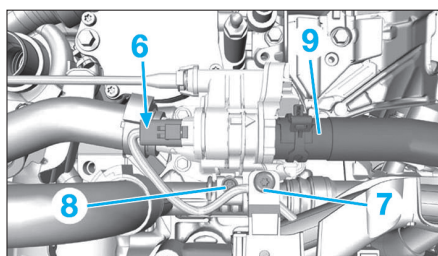

Fig. 36
- Débrancher le connecteur de la sonde de température (6) (Fig.36).